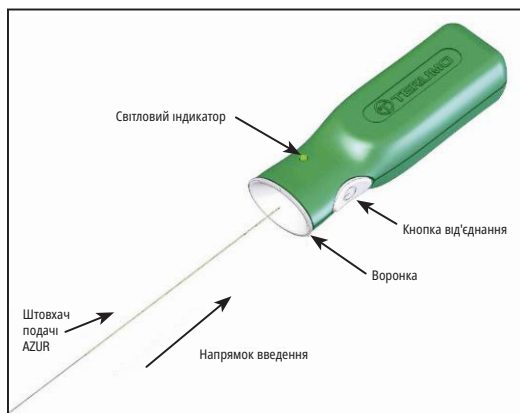

Рисунок 2 — Контролер від'єднання AZUR
15. Перед використанням виробу вийміть проксимальний кінець штовхача подачі із пакувального обруча. Будьте обережні, щоб уникнути забруднення цього кінця штовхача подачі сторонніми речовинами, як от кров або контраст. Щільно вставте проксимальний кінець штовхача подачі в секцію воронки контролера від'єднання AZUR. Див. Рисунок 2. **Не натискайте при цьому кнопку від'єднання.**
32. З'єднайте проксимальний кінець штовхача подачі з контролером від'єднання AZUR, щільно вставивши проксимальний кінець штовхача подачі в секцію воронки контролера від'єднання AZUR. Див. Рисунок 2.